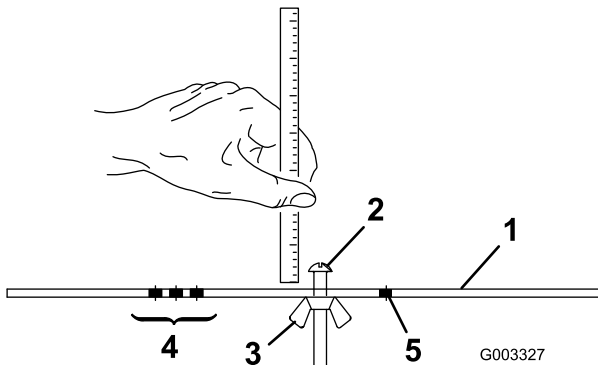

図 19
2. ゲージバー (図 19) のナットをゆるめ、調整ネジを希望の刈り高に合わせる。ネジ頭の下からバーの表面までの距離が刈り高となる。